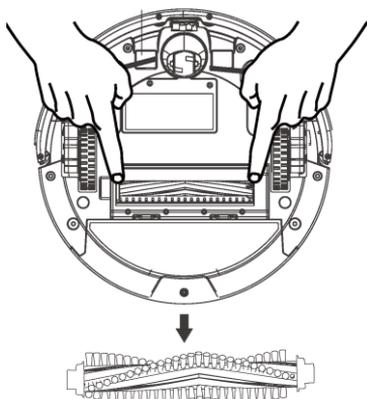

Рисунок 1
- Снимайте основную щётку, прочищайте оба конца щетинной щётки и движущиеся механизмы щётки два раза в неделю (см. Рисунок 1).